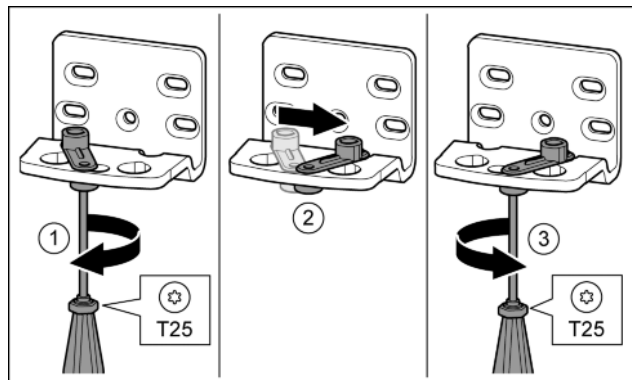

Fig. 16
- С отвертка T25 завийте хлабаво винта. Fig. 16 (1)
- Повдигнете помощното приспособление за затваряне на вратата и го завийте в отвора с 90° надясно. Fig. 16 (2)
- С отвертка T25 затегнете винта. Fig. 16 (3)